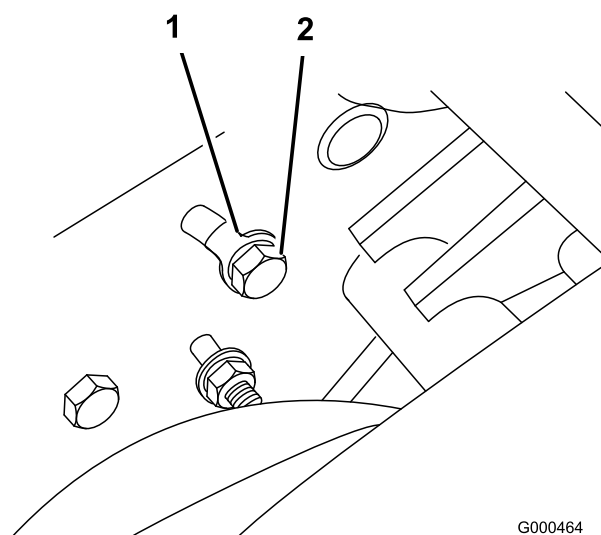

Figure 40
- A. Sur l'arrière de la plaque latérale, desserrez le boulon de fixation de la patte de montage de la poulie de tension à la plaque latérale (Figure 40).